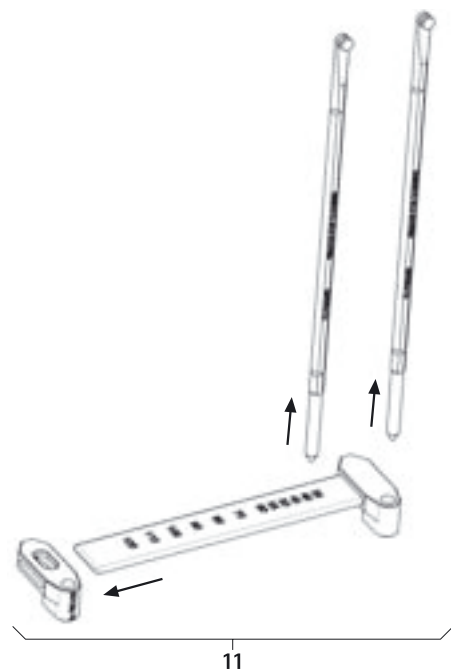

Fig. 6
- Smontare il misuratore lunghezza barre 11, vedere Fig. 6.